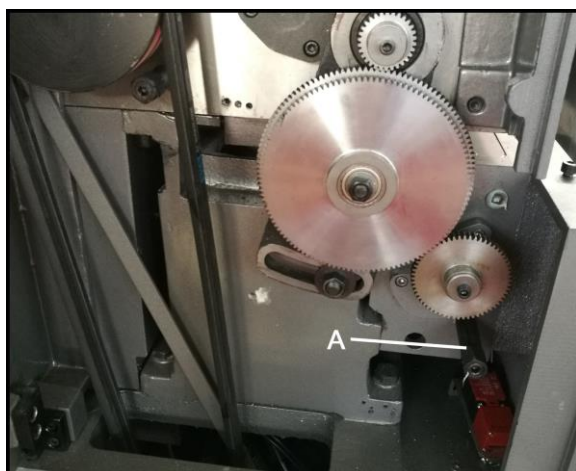

Рис. 24
**Слейте масло после первого месяца эксплуатации, сняв сливную пробку (А, рис. 24). Заправьте маслом.**